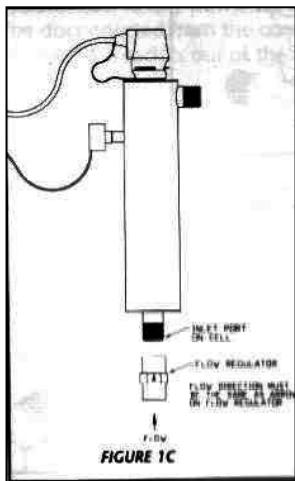

FIGURE 1C
3. Montati sistemul pe perete cu ajutorul clemelor. Pot fi folosite diferite metode pentru conectarea sistemului la sursa de apa. Indiferent de varianta aleasa, folositi conectoare de racordare. Folosirea unui restrictor de debit este foarte importanta la instalarea sistemului, pentru a evita depasirea valorii admise a debitului. Acest restrictor de debit se livreaza impreuna cu sistemele UV. Restrictorul de debit se instaleaza la intrare, intr-o singura directie. Asigurati-vă ca debitul de apa curge in directia indicata pe restrictorul de debit (fig.1c). Nu lipiti conexiunile in timp ce sunt atasate la sistem. Acest lucru poate cauza defectarea o-ring-urilor de etansare.